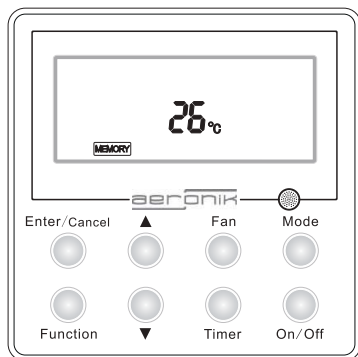
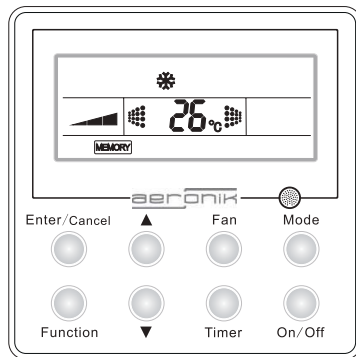

Рис.5 Выключенное устройство
Рис. 6 Включенное устройство
- ◆ На рис. 5 изображено устройство в выключенном состоянии после подачи питания. На рис. 6 изображено включенное устройство после подачи питания.